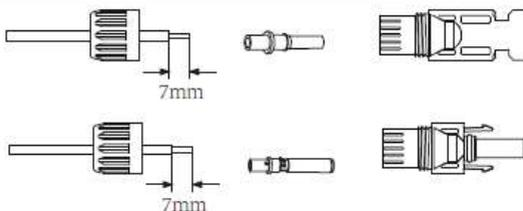

Imagen 5.3 Desmonte la tuerca de tope de conexionado
- a) Pele el cable en torno a 7mm, desmonte la tuerca de tope de conexionado (ver imagen 5.3)